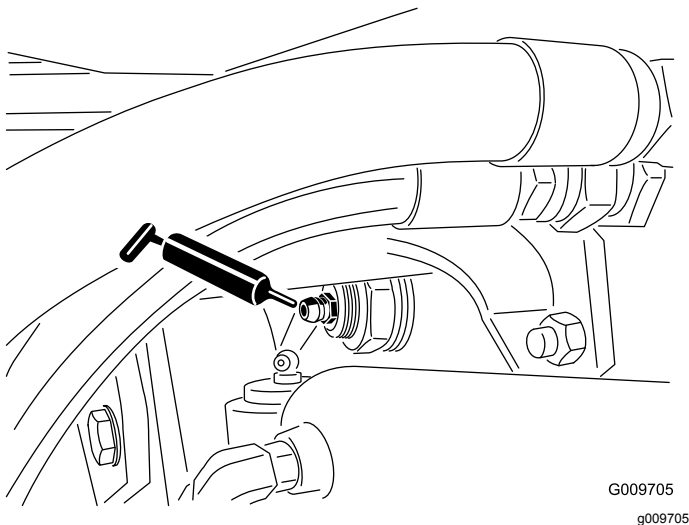

Bild 34
- Hinterachsen-Drehbüchsen (2), wie in Bild 34 abgebildet